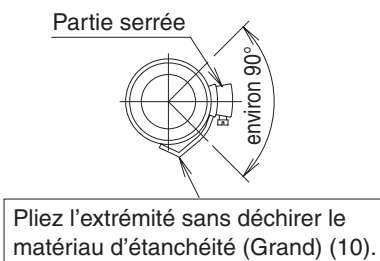

Fig. 16
- Ne serrez pas la pince métallique (2) à un couple supérieur à la valeur spécifiée. Le tuyau de drainage (1), la douille ou la pince métallique (2) peuvent être endommagés.
- Enroulez le ruban de vinyle autour de l'extrémité de la pince métallique (2) afin que le matériau d'étanchéité (Grand) (10) à utiliser lors du processus suivant ne soit pas endommagé par l'extrémité de la pince, ou pliez l'extrémité de la pince métallique (2) vers l'intérieur comme indiqué. **(Reportez-vous à Fig. 16)**